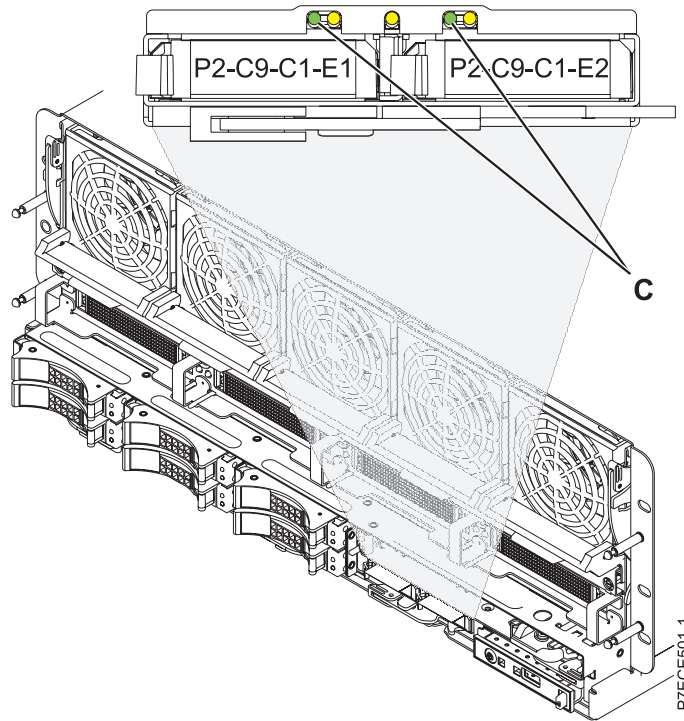

Figura 2. LED de la batería de caché
6. Con la palanca (A) abierta, inserte la tarjeta de habilitación de adaptador de E/S dual - RAID de caché de 175 MB en la ranura, como se muestra en la Figura 2.